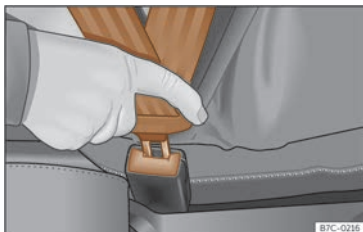

Fig. 22 Insérer le pêne de la ceinture de sécurité dans son boîtier de verrouillage.
- Le pêne doit être inséré dans le boîtier de verrouillage du siège lui correspondant >>> **fig. 22**.